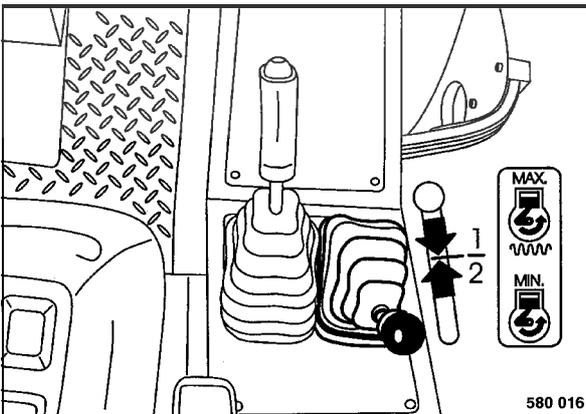

fig. 45
- Positionner et tenir le levier de commande d'accélérateur (fig. 45) sur 1/2 régime.